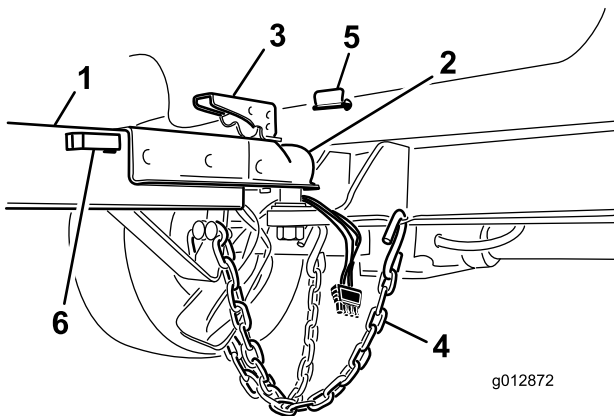

Рисунок 6
5. Расположите соединитель жгута проводов в держателе трубы сцепного устройства (Рисунок 6).
2. Поднимите рычаг сцепки на буксировочной штанге, одновременно опуская гнездо на шар сцепного устройства (Рисунок 6).
4. Установите стопорный штифт для фиксации рычага сцепки (Рисунок 6).
5. Расположите предохранительные цепи крест-накрест и прикрепите их к отверстиям на сцепном устройстве (Рисунок 6).